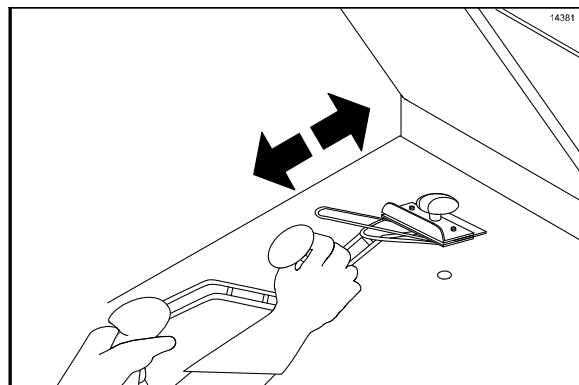

Рисунок 28
10. Соскребайте скребком **нижнюю** плиту гриля, двигаясь от фронтальной части к задней части. (См. рис. 28)